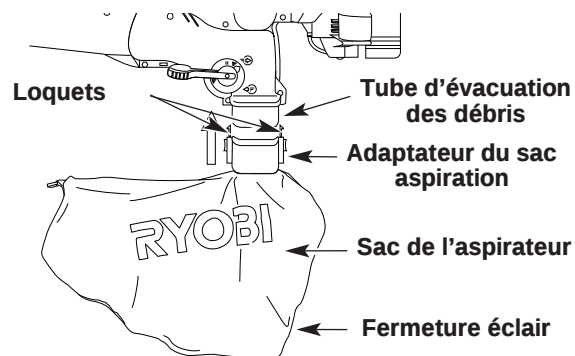

Fig. 4
2. Faites glisser l'adaptateur du sac aspiration sur le tube d'évacuation des déchets du carter. Poussez l'adaptateur afin d'enclencher les loquets des deux côtés et de fixer ainsi le sac sur l'appareil (Fig. 4).